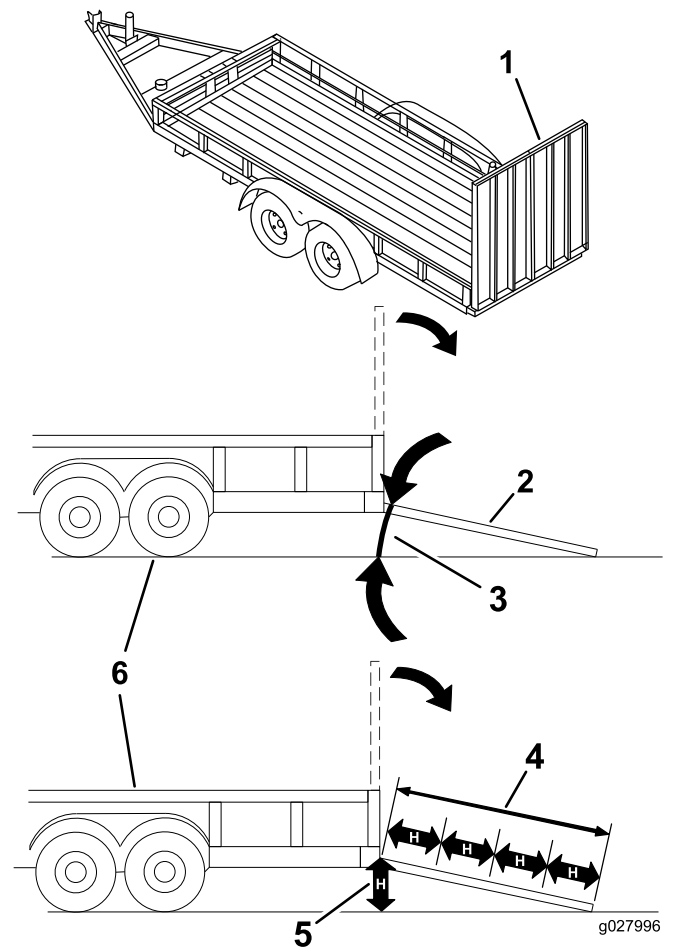

Figure 33
Le chargement de la machine sur une remorque ou un camion augmente le risque de basculement et donc de blessures graves ou mortelles (Figure 33).
3. Abaissez la rampe pour que l'angle avec le sol ne dépasse pas 15 degrés (Figure 33).
1. Abaissez la rampe pour que l'angle avec le sol ne dépasse pas 15 degrés (Figure 33).